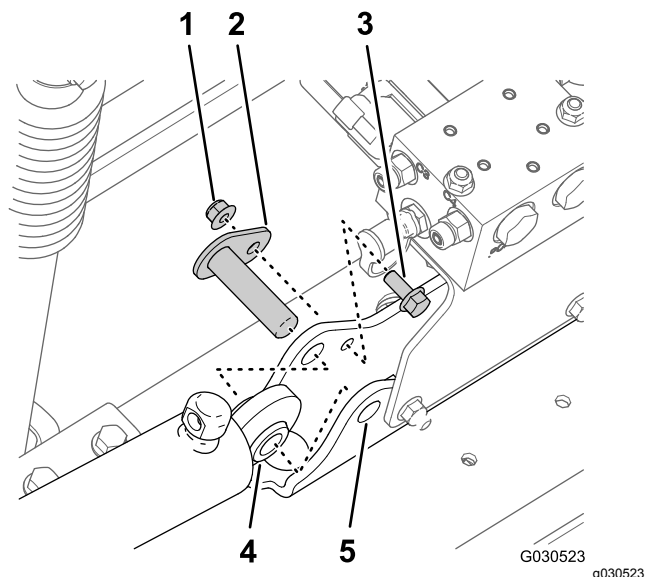

Figura 39
3. Retire a porca de bloqueio flangeada (5/16 pol.) e o parafuso de cabeça flangeada (5/16 x 3/4 pol.) que prendem o pino de articulação à montagem do cilindro (Figura 39).
4. Retire o pino de articulação e o cilindro de elevação da máquina (Figura 39).